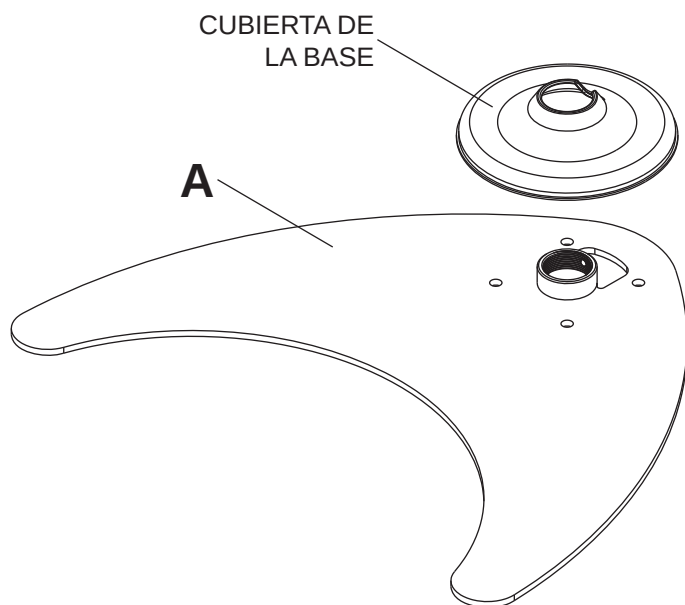

fig 1.1 TORNILLO DE SUJECCIÓN
- 1 Remove base cover from base (**A**) as shown in figure 1.1.
- 1 Retirez le couvercle de la base (A) comme illustré à la figure 1.1.